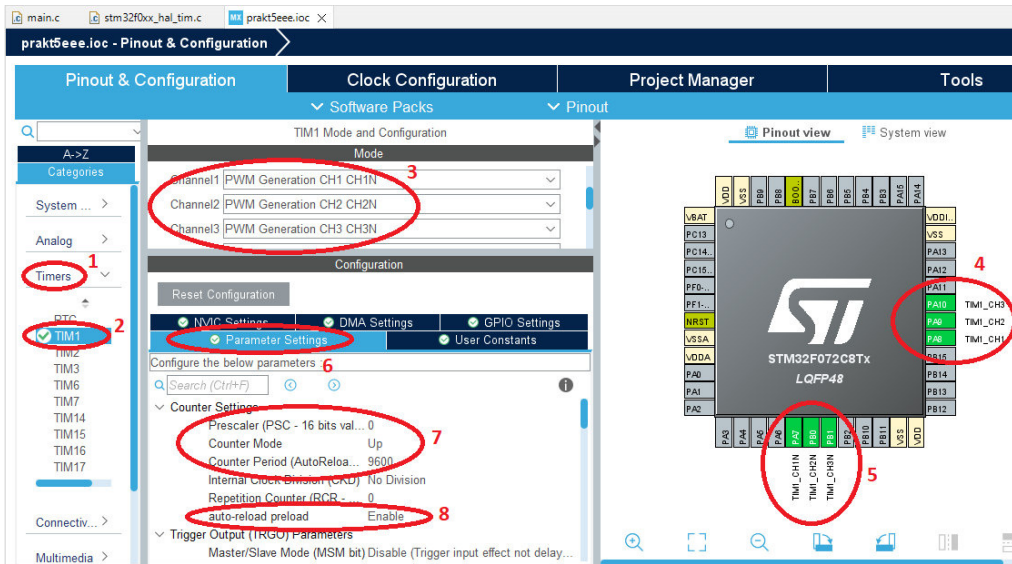

Рис. 4.2. Налаштування таймера TIM1 в графічному конфігураторі середовища STM32CubeIDE
1. Створити в STM32CubeIDE новий проект і налаштувати таймер TIM1 наступним чином (рис. 4.2). Канали 1, 2, 3 налаштувати в режим генерування ШІМ-сигналу на пару комплементарних виходів (3 на рис. 4.2). Останні будуть відображені в у правій частині (4 та 5 на рис. 4.2). На вкладці «Parametr settings» у групі «Counter Settings» задати період ШІМ 9600, режим рахунку – вгору (Up), увімкнути функцію auto-reload preload. PSC залишити 0, що відповідатиме подільнику на 1.